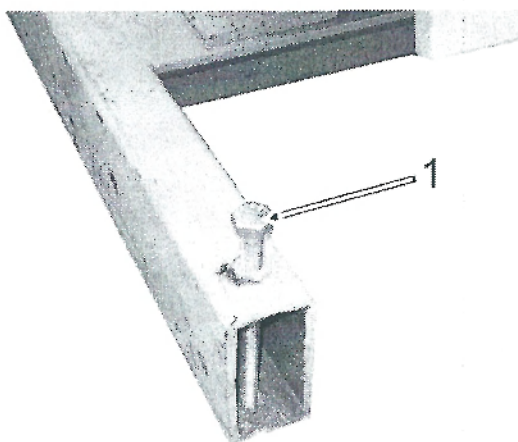

Рисунок 6
2. Монтаж пресса следует производить по равному уровню. Выравнивание производится при помощи болтов 1 (рис.6). Количество таких болтов – 4 шт. на секцию.